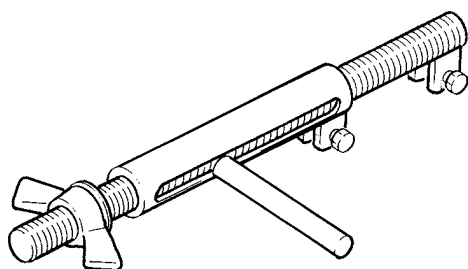

fig. 180
- Nelle fasi di sostituzione fune, per evitare il rischio di proiezione molla stringifune, è **OBBLIGATORIO** utilizzare lo speciale "Attrezzo Tendimolla" (fig. 180), che è disponibile presso i centri di servizio e assistenza DONATI SOLLEVAMENTI S.r.l.
10. Smontare la molla premifune -19- utilizzando l'attrezzo speciale tendimolla -T- (fig. 180) ed una pinza per rimuovere il fermaglio -20- (fig. 188).
9. Smontare la molla premifune -19- utilizzando l'attrezzo speciale tendimolla -T- (fig. 180) ed una pinza per rimuovere il fermaglio -20- (fig. 188).